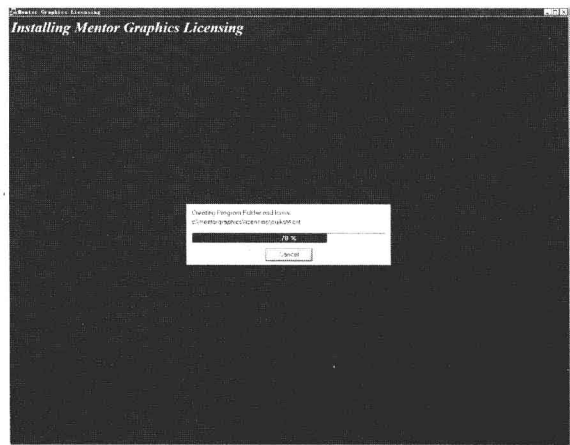

图 1-4 安装进度显示对话框
④ 单击  按钮, 会弹出安装进度显示对话框, 如图 1-4 所示。